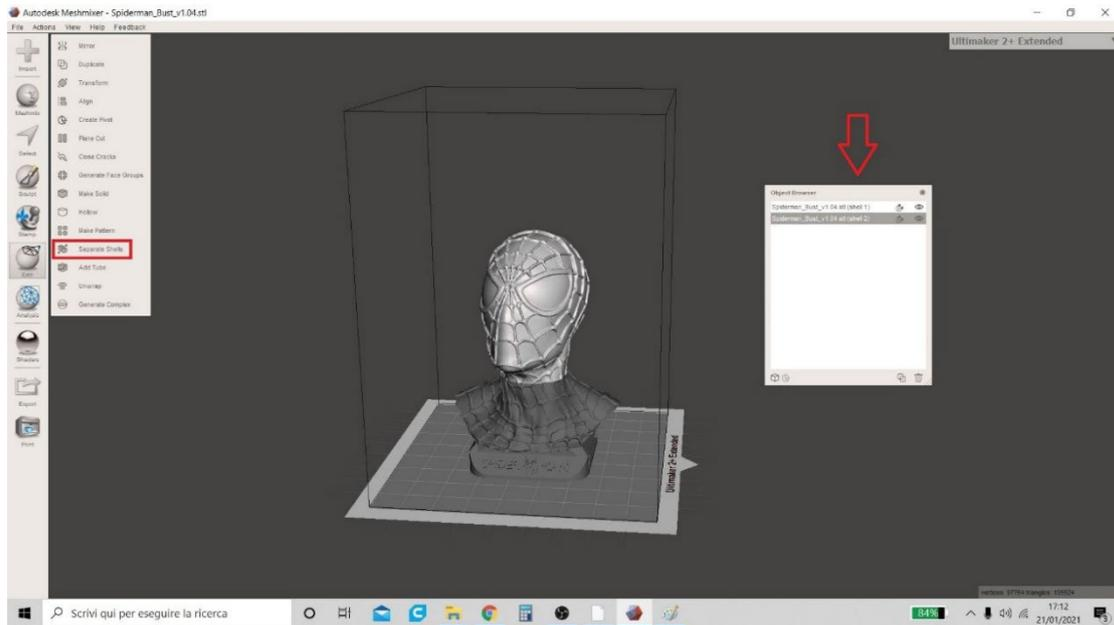

Figura 5 Meshmixer
5. Después de esta operación, el usuario debe volver al menú "Editar" y hacer clic en la función "Shells separados". Esta función mostrará una tabla que indica las dos partes que se crearon con el corte (indicado con el nombre original del modelo inicial seguido de la redacción respectivamente de "shell1" y "shell2") como se indica en la Figura 5 Meshmixer.